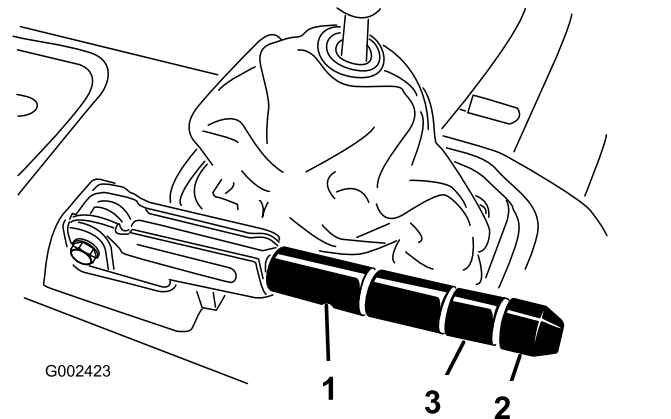

Bild 64
2. Lockern Sie die Stellschraube, mit der das Handrad am Feststellbremshebel befestigt ist (Bild 64).